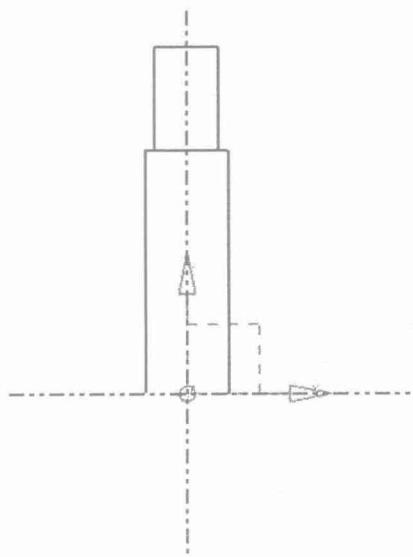

图 1-7 派生的线条修剪
(6) 单击“特征”工具栏上的【快速修剪】按钮，拾取直线的修剪处，修剪后如图 1-7 所示。